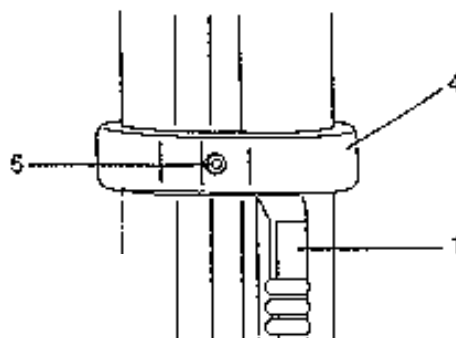
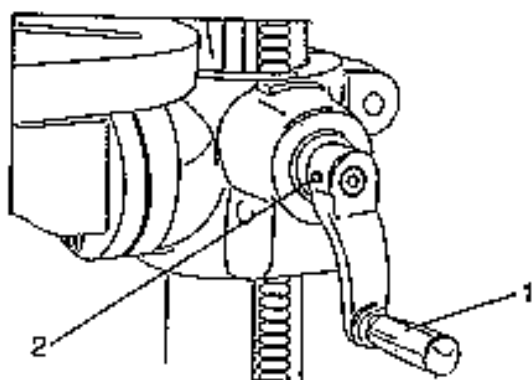

Fig. 6
Fig. 7
6. Mantenete il braccio di fissaggio e la cremagliera contro la colonna (fig. 6) e infilate sulla colonna l'anello (4) della cremagliera.
7. La cremagliera (1) entra sotto l'anello (4). Accertatevi che tra la cremagliera e l'anello ci sia giuoco sufficiente affinché la tavola potesse ruotare intorno alla colonna.
8. Serrate a fondo la vite di regolazione (5), per assicurare la posizione fissa dell'anello.
9. Montate l'impugnatura (1) e serrate a fondo la vite di regolazione (2). (fig. 7)